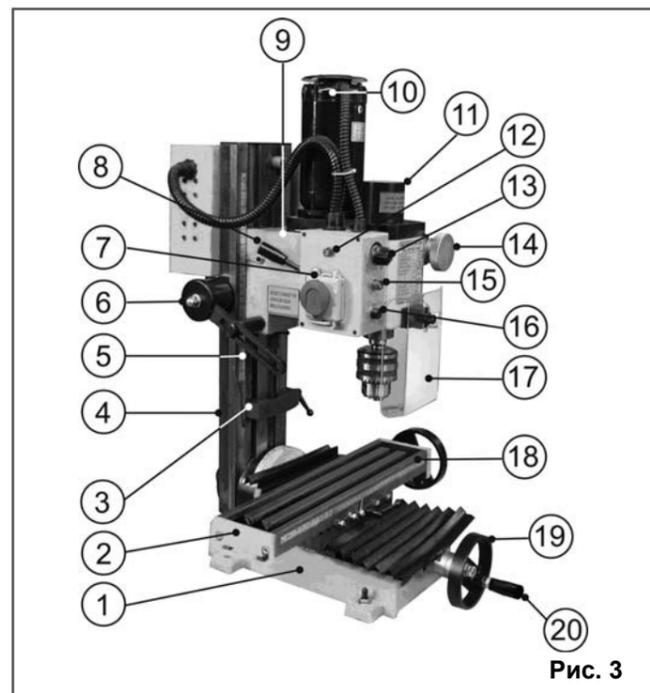
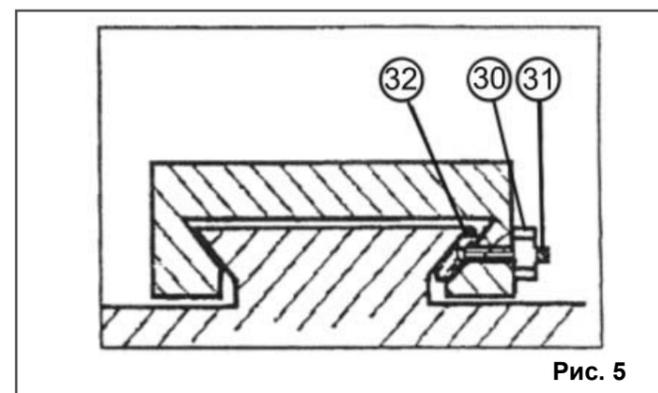

Рис. 3
Рис. 5
7.1. Станок состоит из следующих сборочных единиц и деталей (Рис. 3, 4)
#### 8.2. Сборка маховиков (Рис. 3, 4)
#### 8.3. Установка патрона (Рис. 3, 4)
9.1.1. Равномерно ослабьте все контргайки (30) и винты (31) клина (32), Рис. 5. Закручивая винты (31), прилагайте одинаковый крутящий момент к каждому винту. Необходимо удерживать стол (2), Рис. 3.
9.1.2. Если движение затруднено, вывинтите каждый регулировочный винт (31) только на одну четвертую оборота и затяните контргайки (30), Рис. 5.
9.1.4. Если движение слишком свободное, заверните все регулировочные винты (31) на одну восьмую оборота и затяните контргайки (30), Рис. 5. Проверьте еще раз плавность и равномерность продольного перемещения стола.
9.1.5. Затяните все контргайки (30), соблюдая осторожность, чтобы не сместить регулировочные винты (31) клина (32), Рис. 5.
9.1.6. После проведенной регулировки полностью выдвиньте стол (2), Рис. 3, смажьте все сопрягаемые поверхности и резьбу ходового винта.
9.3.1. Регулировка поперечной подачи стола выполняется также, как регулировка продольной подачи стола (см. п. 9.1.). Регулировочные винты находятся на станине (1), Рис. 3.
### 10.1. Подготовка к работе (Рис. 3, 4)
### 10.2. Включение (Рис. 3)